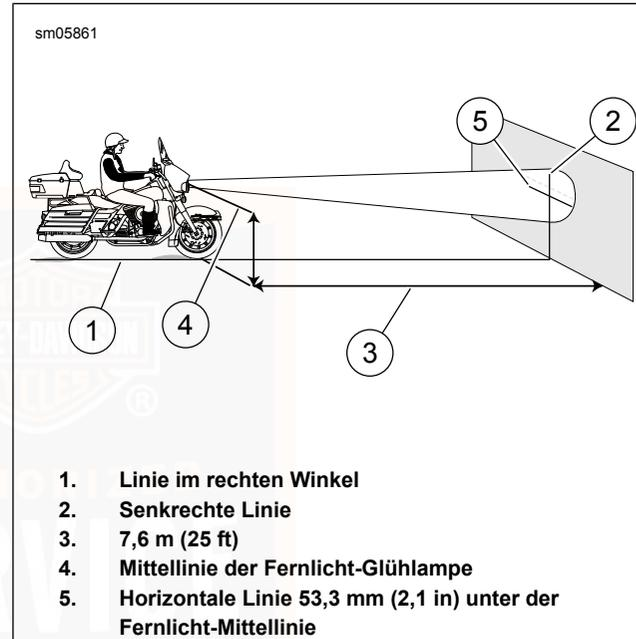

Abbildung 82. Scheinwerferausrichtung: Typ Quarz-Halogen
4. Siehe Abbildung 82. Das Motorrad auf einer Linie (1) im rechten Winkel zur Wand parken.
6. Eine senkrechte, auf Linie (1) ausgerichtete Mittellinie (2) an der Wand anzeichnen.
7. Bei beladenem Motorrad das Vorderrad gerade nach vorne auf die Wand ausrichten. Den Abstand (4) vom Boden zur Mittellinie der Glühlampe messen:
8. Durch die vertikale Linie eine horizontale Linie (5) ziehen.
- Quarz-Halogen:** Siehe Abbildung 82. 53,3 mm (2.1 in) niedriger als die gemessene Entfernung.
- LED, rahnenmontierte Verkleidung:** Siehe Abbildung 82. 53,3 mm (2.1 in) niedriger als die gemessene Entfernung.
- Quarz-Halogen:** Siehe Abbildung 82. Mit dem Scheinwerfer auf **Fernlicht** geschaltet ist der Brennpunkt des Leuchtmittels auf der Markierung zentriert.